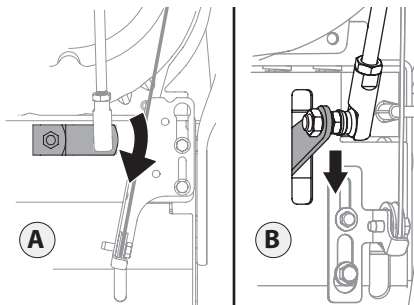

Figure 2-33
9. Le levier de vitesse doit être tourné à fond vers le bas. Voir la Figure 2-33, partie A pour les modèles sans transmission hydrostatique et partie B pour les modèles avec transmission hydrostatique.